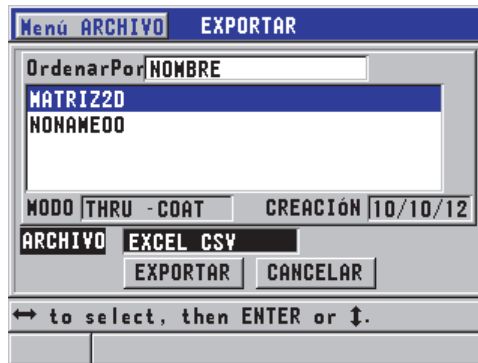

Figura 11-2 Pantalla EXPORTAR
4. En la pantalla **EXPORTAR** (véase la Figura 11-2 en la página 212):